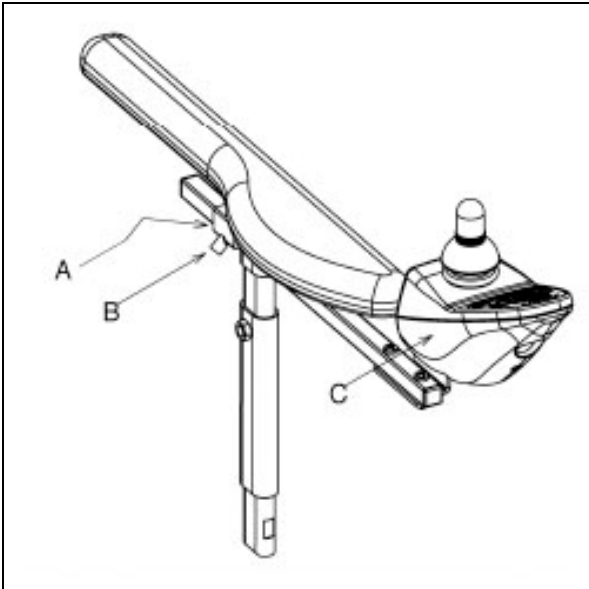

Bild 4.4
1. Lossa ställskruven (A på bild 4.4) ett par varv med en skiftnyckel på 3mm.
2. Skjut styrenheten (C på bild 4.4) till önskat läge.
1. Lossa ställskruven (B på bild 4.4) ett par varv med en sexkantsnyckel på 4mm.